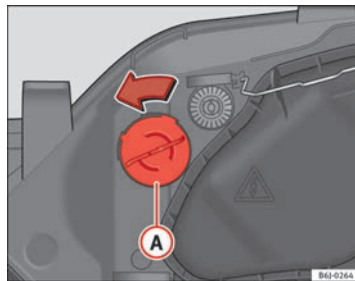

Fig. 157 Luz indicadora de mudança de direcção
- Rode o porta-lâmpadas ⇒ Fig. 157 Ⓐ para a esquerda e puxe.